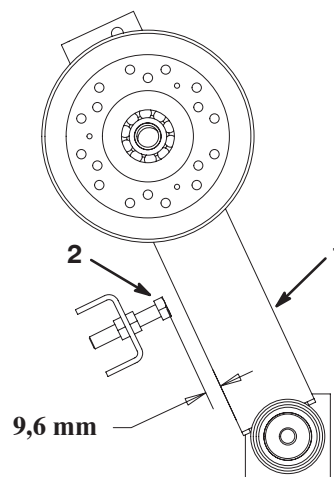

Figure 70
14. Contrôlez la vis de butée du bras de la poulie de tension (Fig. 70). Si l'écart entre le bras et la vis de butée n'est pas égal à environ 9,6 mm, procédez comme suit :